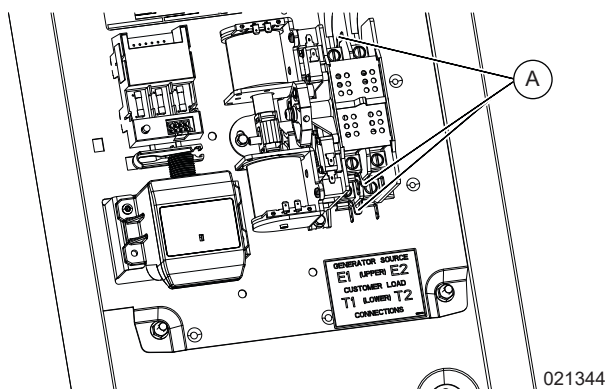

Figure 3-6. Clips de retenue de bornes 100 A
REMARQUE : Voir Figure 3-6. Les modèles de mécanisme de transfert 100 A sont livrés avec des clips de retenue de bornes installés en usine. Ne pas retirer ce clip pendant l'installation.
REMARQUE : Voir Figure 3-6. Les modèles de mécanisme de transfert 100 A sont livrés avec des clips de retenue de bornes installés en usine (A). Les clips de retenue servent à fixer les cosses au commutateur de transfert avant l'installation des conducteurs aux bornes N1, N2, E1, E2, T1 et T2. Ne pas retirer ce clip pendant l'installation.